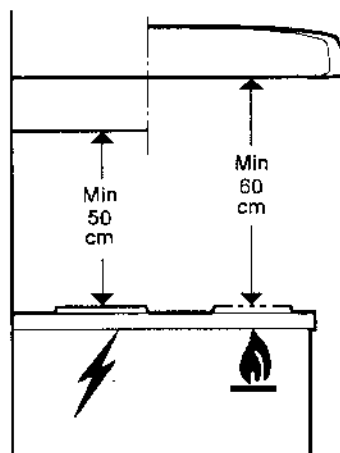

Рис. 2
- Минимальное расстояние от нижнего края вытяжного вентилятора до рабочей поверхности электрической плиты составляет 50 см, а газовой плиты - 60 см (рис. 2).